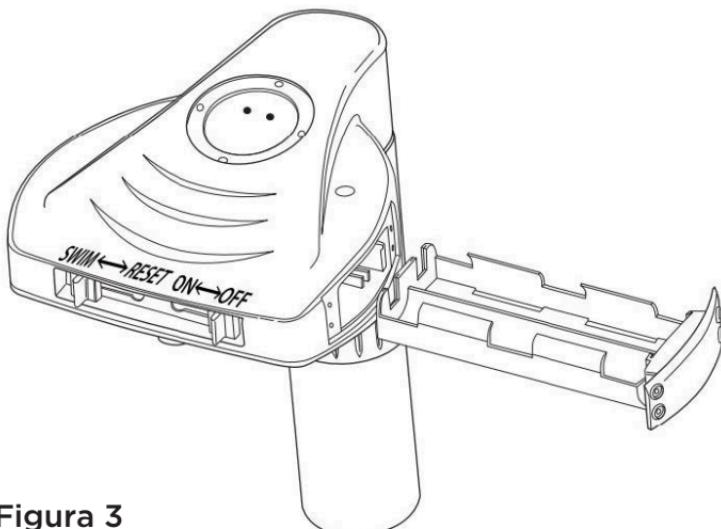

**Figura 2**
**PASO 2:** Utilice un lápiz para marcar dos agujeros para taladrar en la cubierta y asegurar la alarma, alineando las marcas con agujeros en la izquierda y la derecha del cabezal de la carrocería de la alarma. Refiérase a la **Figura 2** para el espaciado correcto.
**PASO 3:** Taladre los agujeros en las marcas que hizo anteriormente con un taladro de albañilería de 1/4". Refiérase a la **Figura 2** para taladrar los agujeros con una profundidad de 1.75". Para llegar a la profundidad correcta, mida 1.75" desde la punta del taladro y marque con un punto con la cinta adhesiva. Deje de taladrar cuando la cubierta este al nivel de la cinta adhesiva. Remueva el polvo y otros desechos del agujero. Remueva las tuercas y los limpiadores del ancla del montaje e inserte las anclas de montaje en los agujeros ya taladrados. Para montar en una cubierta de madera o en una barra de metal, utilice los tornillos incluidos en el paquete.